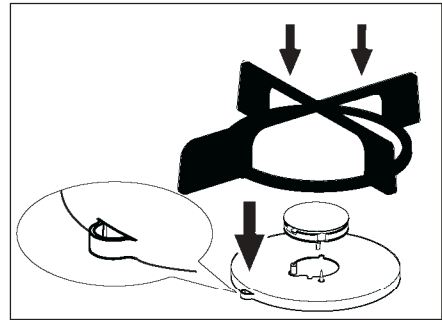

Рис. 2
- После появления пламени подержите ручку нажатой около **5 секунд**. Это даст термопаре (рис. 2 - поз. D) нагреться и отключить предохранительное устройство, в противном случае подача газа будет прервана. Затем убедитесь в стабильности пламени и отрегулируйте его на нужный уровень.
Таким образом подставка будет устойчивой (рис. 2).